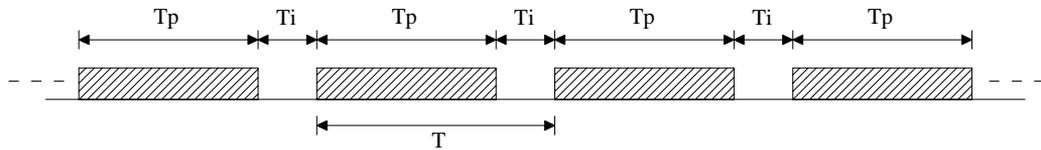

图22
**TxPacket Interval Time**(数据包间隔时间)：用户可在此输入框内输入要发送的数据包的间隔时间，单位为毫秒(ms)。这里要注意！如果每个数据包之间的时间间隔为T，发送数据包的时间为Tp，数据包的间隔时间为Ti，那么有如下关系式： $T=Tp+Ti$ 。如图22所示。该输入框的缺省内容为1ms。